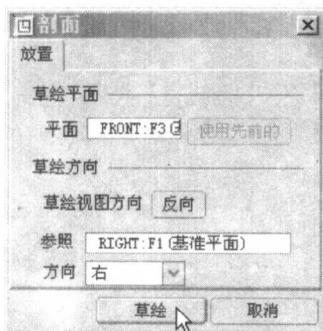
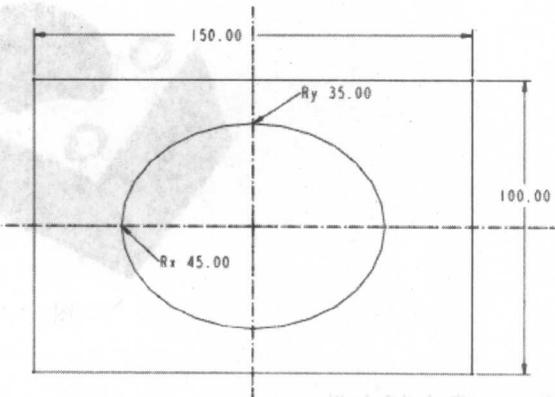

图 1-3
图 1-4
- (1) 单击拉伸工具按钮 , 打开拉伸特征操控板。
- (2) 单击拉伸特征操控板中的按钮 , 系统显示“剖面”对话框。
- (3) 选择 FRONT 基准面为草绘平面, RIGHT 基准面为参照平面, 接受系统默认的视图方向。
- (4) 以上所有设置显示在“剖面”对话框中, 如图 1-3 所示。
- (5) 单击“剖面”对话框中的“草绘”按钮, 系统进入草绘工作环境。
- (6) 绘制如图 1-4 所示的截面, 单击草绘命令工具栏中的  按钮, 完成拉伸截面的绘制。